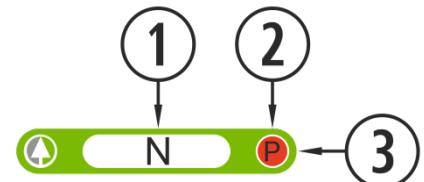

Figure 4
Pour réaliser l'allumage il faut presser la touche (bouton marche - arrêt) du panneau de commandes. Le voyant (3) de la Figure 4 changera de couleur, au fur et à mesure que le poêle passe par les différentes phases d'allumage.
Cette icône est accompagnée de la signalisation du message de sécurité Axxx, voir figure 4 point ③. Il peut indiquer une erreur de détecteurs ou des moteurs de la poêle. Voir le tableau ci-dessous.